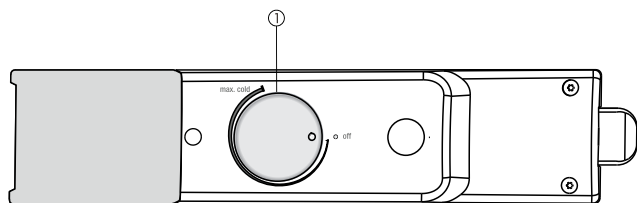

Fig. 2
► Drehen Sie den Temperaturregler *Fig. 2 (1)* im Uhrzeigersinn zu der Position des mittleren Temperaturpunktes zwischen **off** und **max cold**.
► Drehen Sie Temperaturregler *Fig. 2 (1)*.